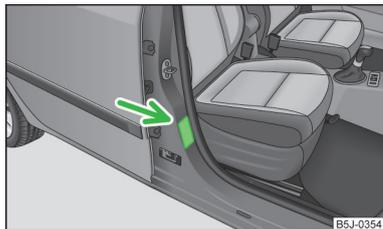

Fig. 120
- Este hecho lo indica también el adhesivo que se encuentra en la columna B en el lado del acompañante » fig. 120. El adhesivo es visible al abrir la puerta del acompañante. Para algunos países se pega el adhesivo en el parasol del acompañante.